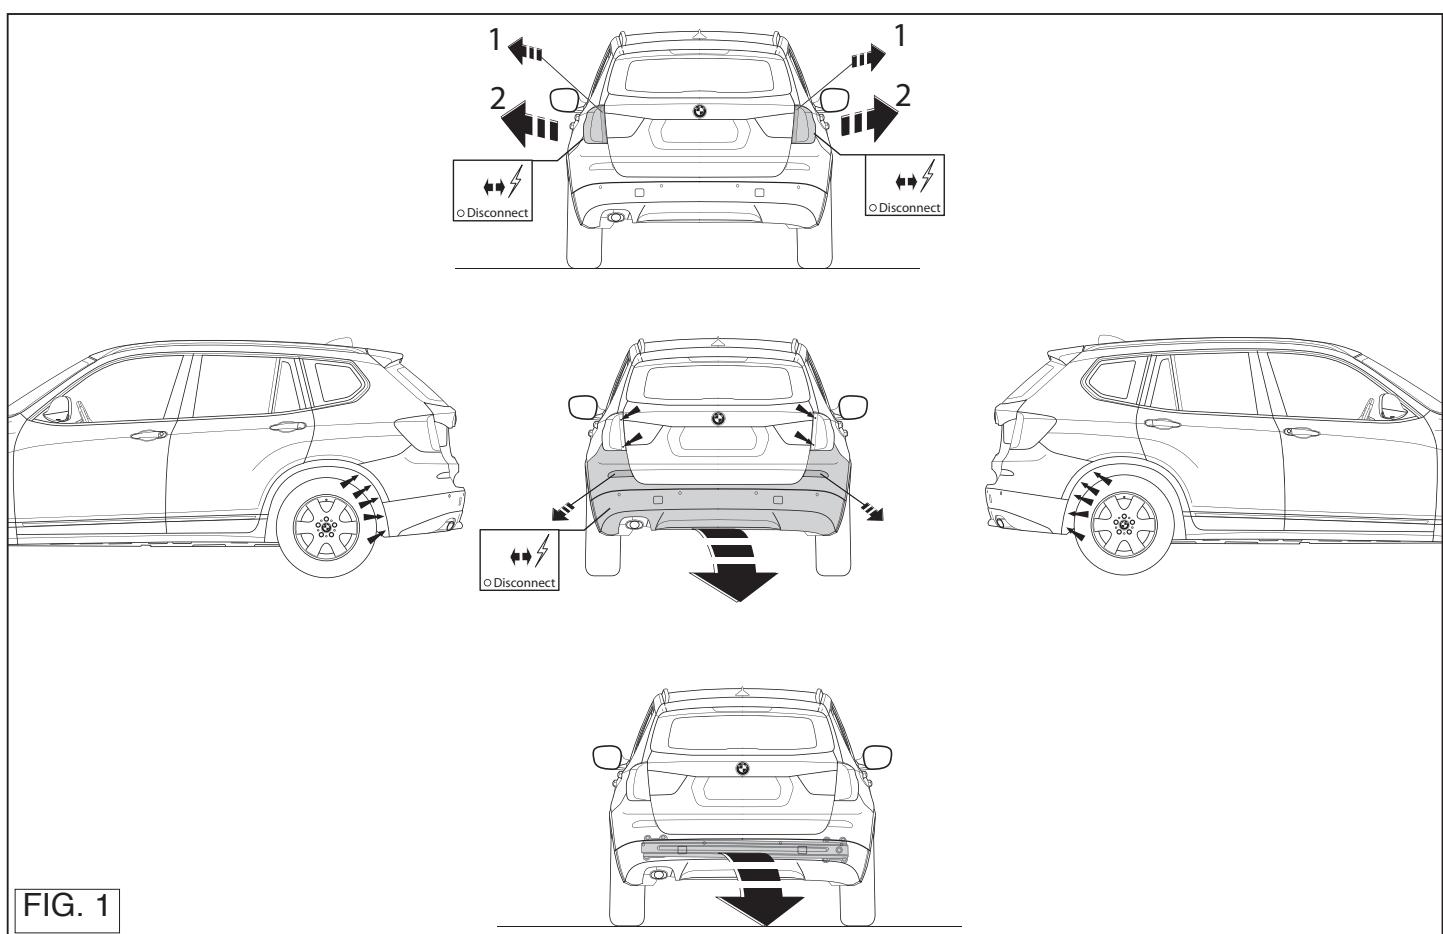

FIG. 1
1. Die Stoßstange abmontieren. Siehe Abbildung 1.
1. Démonter le pare-chocs. Voir la figure 1.
1. Снять бампер. См. рисунок 1.
1. Demontrer kofangangeren. Se fig. 1.